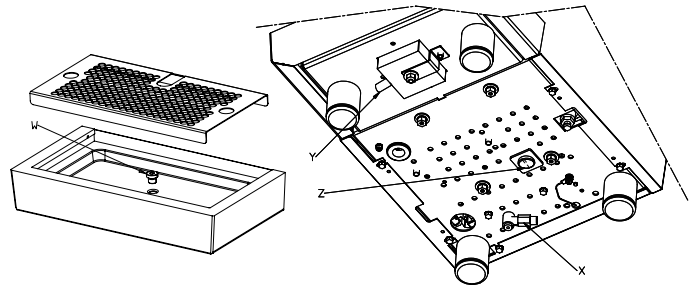

Fig. 2
Indem die Abdeckung (W) abgenommen wird und der Silikonschlauch (25) ins Becken (Y) gelegt wird fließt das Wasser direkt ab. (siehe Abb.2)